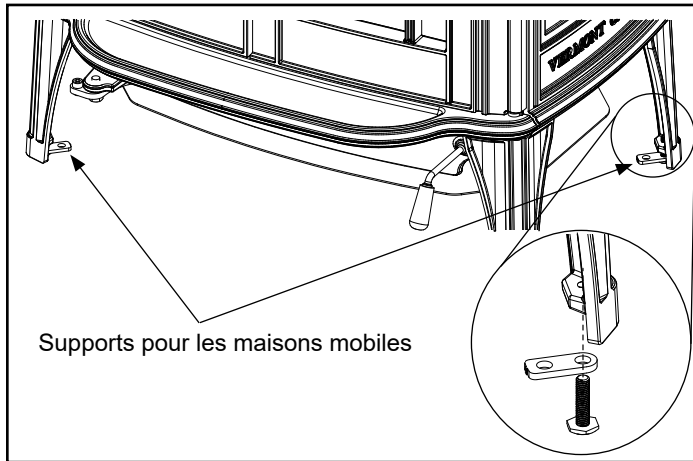

Figure 6.1
2. Le poêle doit être solidement fixé de façon permanente au plancher à l'aide des supports pour maison mobile fournis dans l'ensemble manuel, avec des vis ou des boulons tire-fonds (non fournis), Figure 6.1.